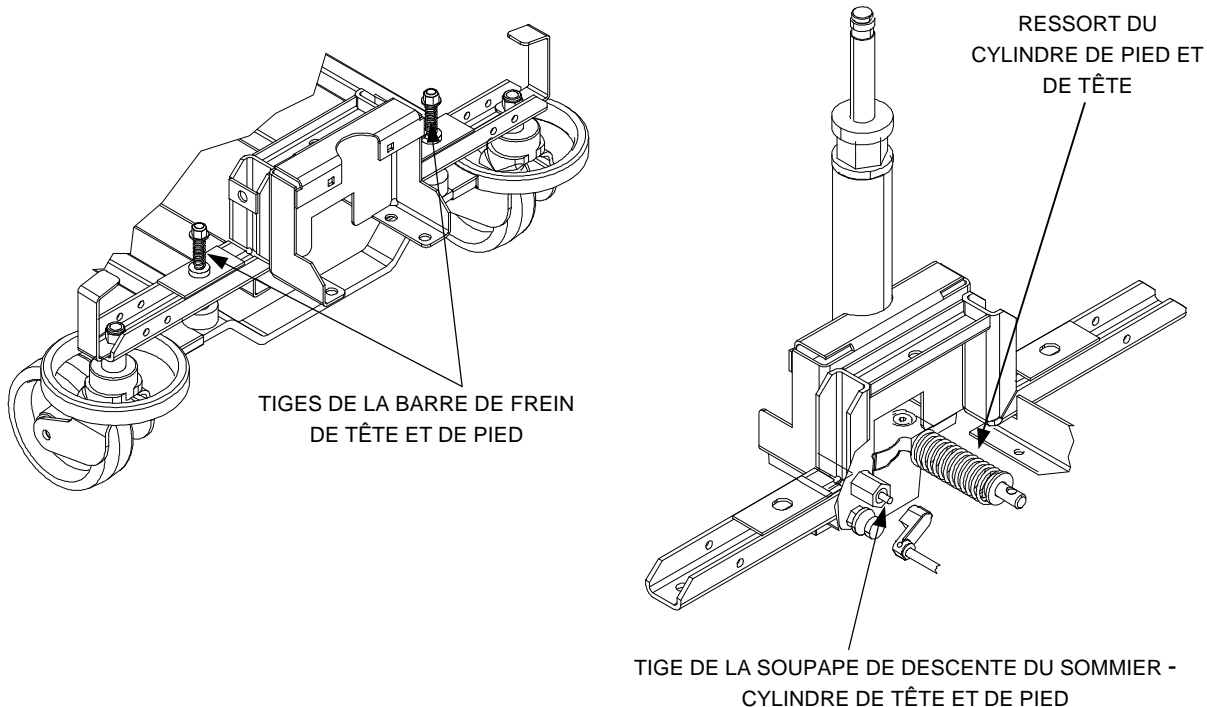

Figure 2.2
- ___ Lubrifiez au besoin les points de lubrification illustrés à la figure 2.2 à la page suivante.